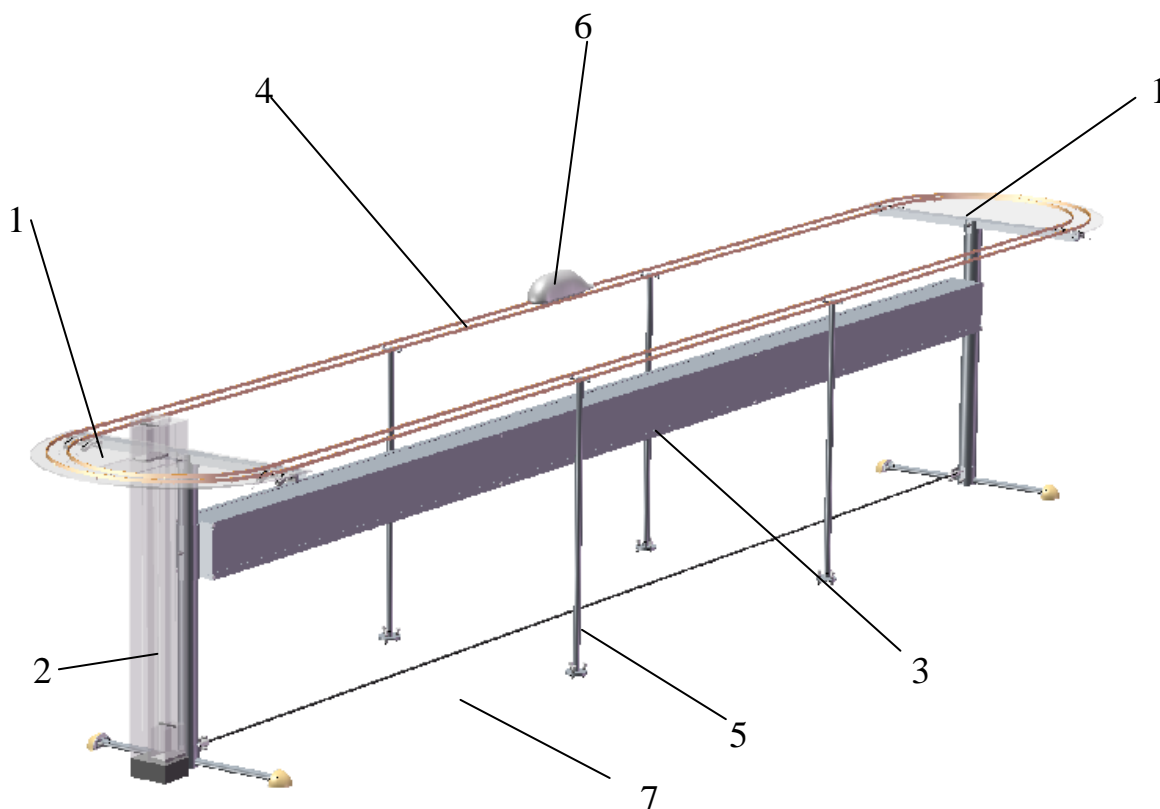

Рис. 1. Модель двухрельсовой трассы СТЮ.
Внешний вид модели двухрельсовой трассы СТЮ представлен на рис. 1.
- установить на рельс-струны модуль 6 (рис. 1). Опорные ролики модуля должны опираться на верхнюю поверхность рельс-струн. Боковые ролики должны упираться изнутри в боковую поверхность рельс-струн. Направление движения модуля на трассе — против часовой стрелки.
- ключ А вставить в отверстие кабины лифта находящегося в нижнем положении и нажать на выключатель 1 (рис. 1), загорается свет в кабине лифта;